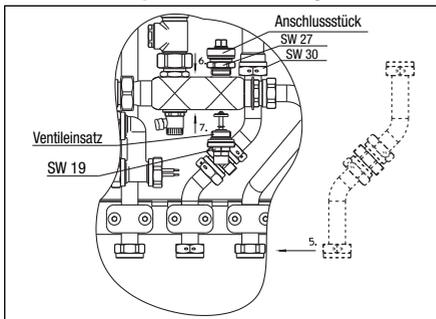

Abb. 5 Einbau – Teil 1
5. Die Rohrgruppe in der Wohnungsstation „Regudis W-HTU“ wie in Abb. 5 angegeben positionieren und mit neuen Dichtringen wieder festschrauben (SW 30). Dabei alle Überwurfmutter der Rohrgruppe fest anziehen. Den Schellenkörper wieder auf das Rohr setzen und die Schrauben mit Hilfe eines Inbusschlüssels (SW 5) wieder anziehen.
6. Das Anschlücksstück (SW 27) von oben in den Edelstahlverteiler, wie in Abb. 5 gezeigt, fest einschrauben.